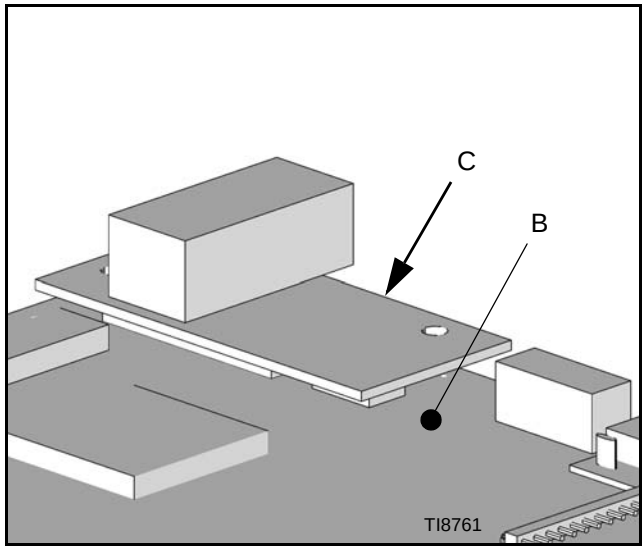

图 42
5. 把以太网组件 249183 (C) 插入 J9，确保 RJ45 连接器朝下。见 图 42 和 图 43。
6. 用所提供的硬件把以太网组件 249183 (C) 固定到 EasyKey 显示器 249480 (B) 上。